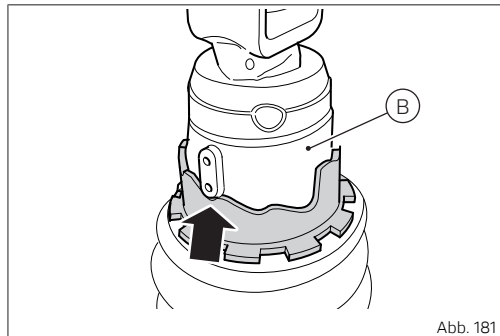

Abb. 181
Der Wert der Kettenspannung trifft dann zu, wenn das hintere Federbein (B) sich in der Default-Einstellung befindet, d.h. 2 Kerben von der vollkommen vorgespannten Position aus, siehe dazu (Abb. 181 S.174).